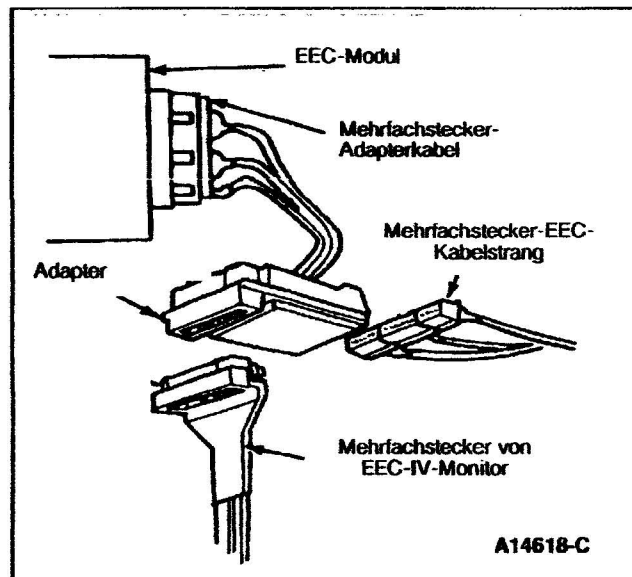

Abbildung 1
5. Mehrfachstecker-Adapterkabel am EEC-Modul anschließen, Abb. 1. Adapterkabel 007-00058 und Testkarte 40 werden verwendet.
6. Mehrfachstecker von EEC-IV-Monitor am Adapterkabel anschließen und Stecker mit Schraube sichern. Mehrfachstecker-EEC-Kabelstrang am Adapterkabel anschließen, Abb. 1.